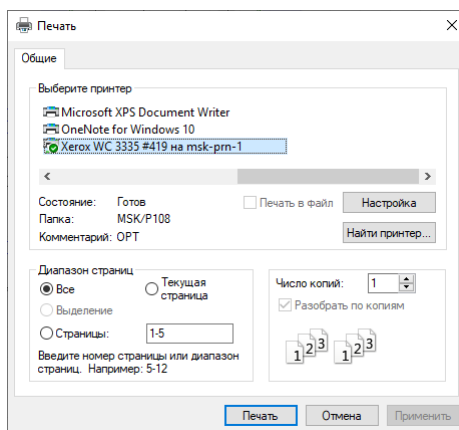

Рис. 22 Выбор принтера
2. Установить индивидуальные настройки принтера и печати согласно необходимым требованиям, см. Рис. 22.